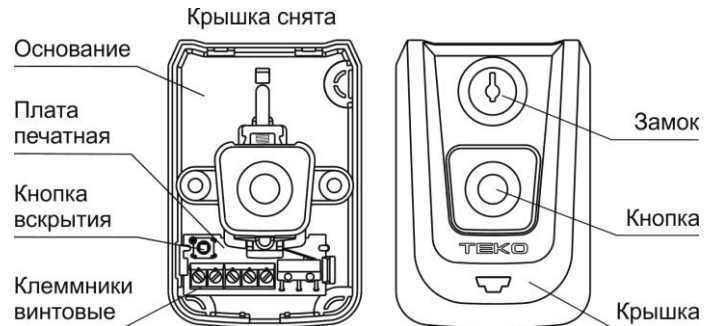

Рисунок 2
4.1 Конструктивно извещатель выполнен в виде блока, состоящего из съемной крышки (лицевая сторона) и основания. На основание установлены кнопка и печатная плата с радиоэлементами, клеммниками винтовыми для внешних подключений и кнопкой вскрытия, которая при снятии крышки формирует извещение о вскрытии (рисунок 2).